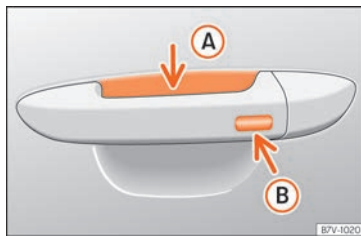

Abb. 130 Türgriff: Sensorflächen.
- Halten Sie einige Sekunden lang einen Finger über die Verriegelungssensorfläche »» **Abb. 130** **B** am Türgriff, damit das Dach geschlossen wird. Wenn Sie die Sensorfläche nicht mehr berühren, wird die Schließfunktion unterbrochen.